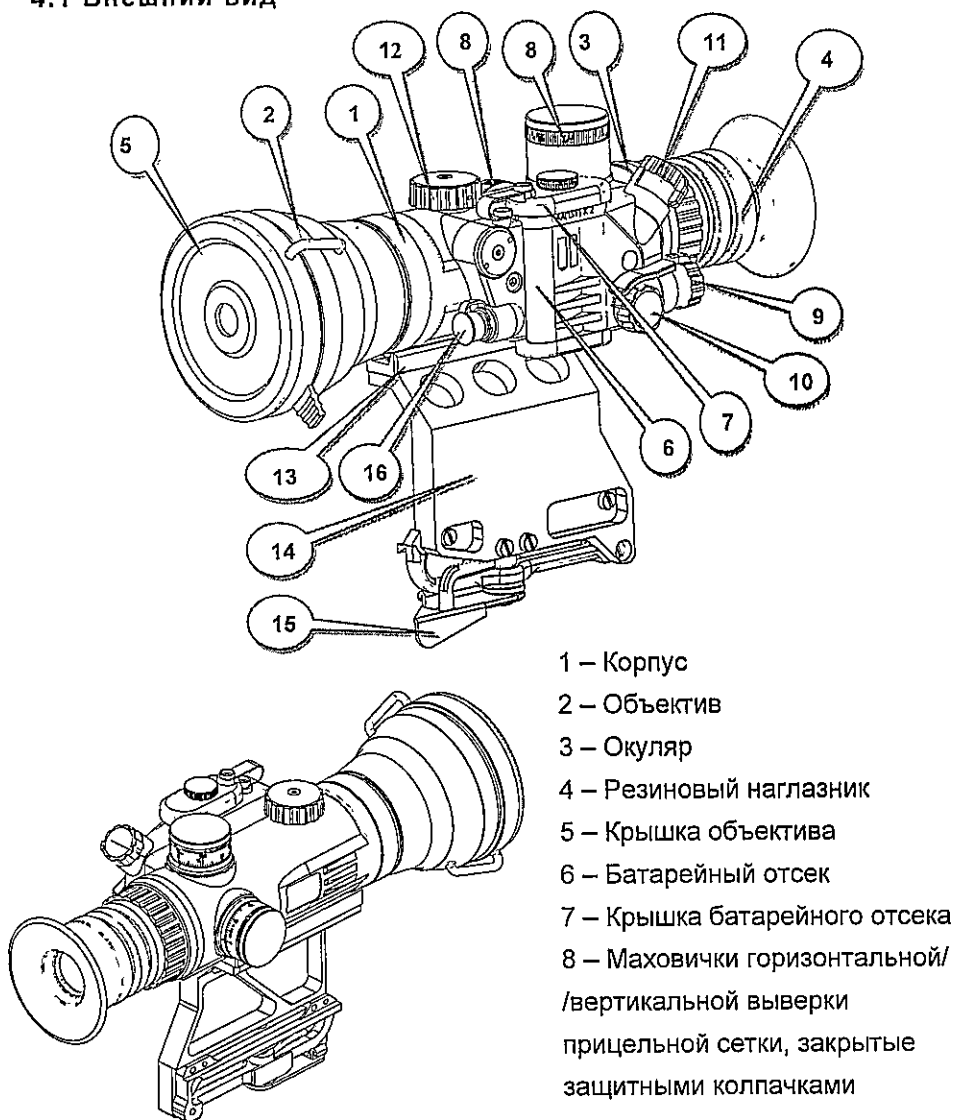

Рис. 1 – Внешний вид изделия
Изделие работает в положении «Вкл.1» и «Вкл.2» ручки (11), (см. рис. 1).
Для подключения кабеля выносного блока питания снимите колпачок с гнезда (16) (см. рис.1) и воткните штекер в гнездо. В корпус выносного блока устанавливаются элементы питания типа АА – 2 шт.
Изделие от выносного блока питания работает в положении «ВП.1» и «ВП.2» ручки (11) (см. рис. 1).
Цвет сетки: устанавливается ручкой (11), (см. рис. 1). Может быть установлен зеленый или красный цвет сетки. Для прицельной стрельбы рекомендуется зеленый цвет сетки.